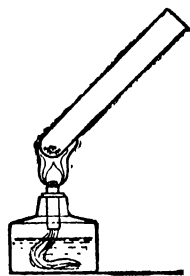

Рис. 11. Нагревание окиси ртути.
■ **Опыт 3.** В пробирке нагрейте немного (рис. 11) *окиси ртути*, держа пробирку наклонно, как на рис. 11. Нагревать нужно *сильно* и *долго* в самой жаркой части (в верхней трети) пламени. Опустите в пробирку тлеющую лучинку. Лучинка вспыхивает. Вы убеждаетесь, что в пробирке *кислород*. На холодных стенках пробирки вы видите капельки *ртути*. ■